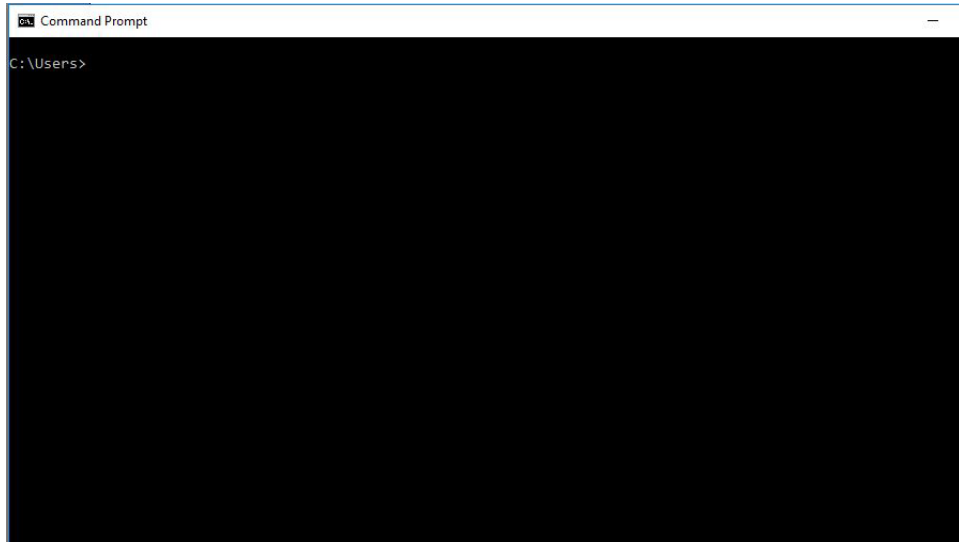

Figura 9.
- i. Abrir la opción Run Command en el Start Menu (Menú de Inicio) como se muestra en la siguiente **Figura 9**.